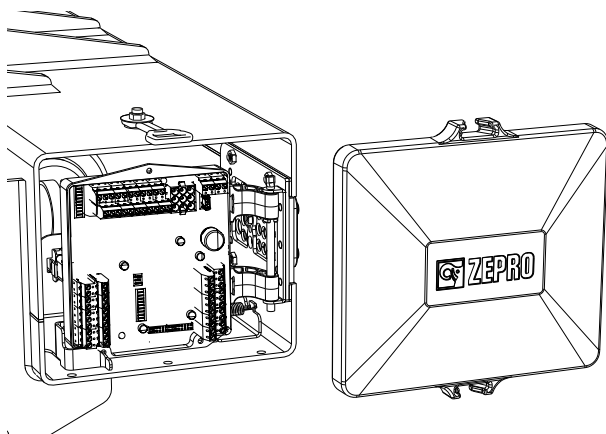

Abb.17. Die Schutzabdeckung abnehmen.
2. Die Schutzabdeckung abnehmen und mit einer Gummischlaufe befestigen, siehe Abb.17.